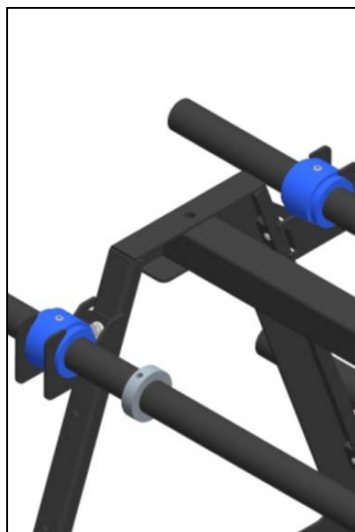
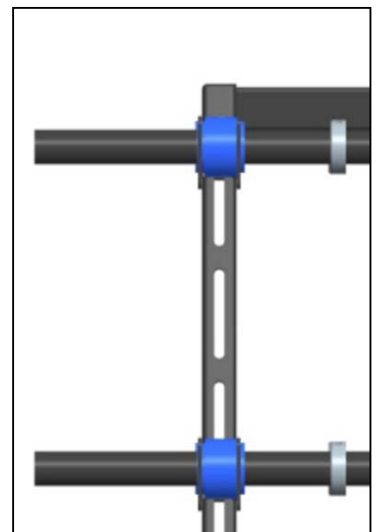

Bild 7
Bild 8
- 6)** Montieren der VARIO-Lagerstangen (Bild 7 und Bild 8):